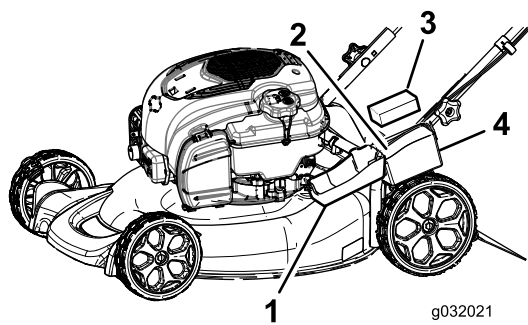

Figure 29
1. Déclipez le couvercle de la batterie et déposez-le (Figure 29).